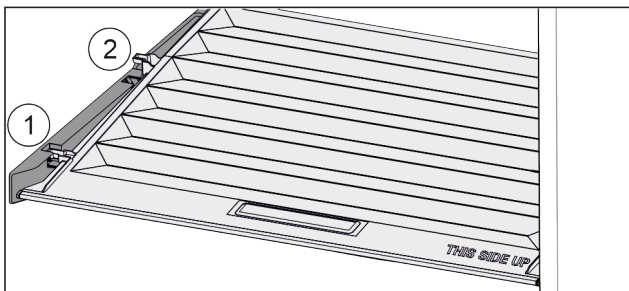

Fig. 147
- ▶ Издърпайте напред Fig. 147 (1) капака до отвора в задържащите части.
- ▶ Повдигнете го отзад отдолу и отстранете Fig. 147 (2) нагоре.